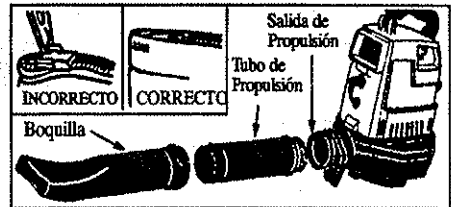

Figura 4
- Nunca ponga el motor en marcha sin haber instalado el equipo apropiado. Al usar el aparato como propulsor, instale siempre los tubos de propulsión. Al usarlo como aspirador, instale siempre los tubos de aspiración y el juego de bolsa de aspiración. Asegúrese de que el cierre de la bolsa esté completamente cerrado como se ve en la Figura 4.
- Cierre el cierre de la bolsa. Asegúrese de que el cierre esté completamente cerrado y que la costura del cierre esté metida hacia adentro de la bolsa. Figura 4 (inserción).
- Retire el tubo de propulsión del motor. Figura 4.
- Nunca haga funcionar el aparato sin haber instalado el equipo apropiado. Al usar el aparato como propulsor, instale siempre los tubos de propulsión. Al usar el aparato como aspirador, instale siempre los tubos y la bolsa de aspiración. Asegúrese de que el cierre de la bolsa de aspiración esté completamente cerrado como se ve en la Figura 4.